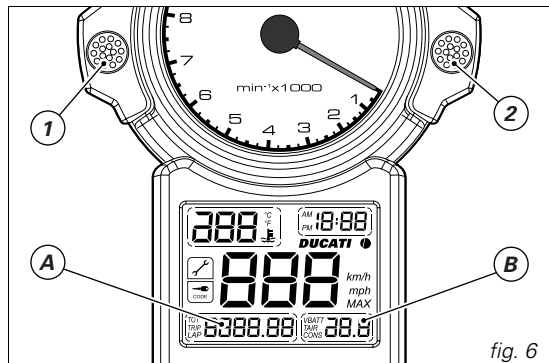

fig. 6
Appuyez sur le bouton (1) (fig. 6) clé sur **ON** pour alterner la visualisation du totalisateur journalier, du compteur kilométrique et du temps sur le tour du circuit.
Appuyez sur le bouton (2, fig. 6) clé sur **ON** pour alterner la visualisation de la tension de la batterie, de la température de l'air et de la consommation.